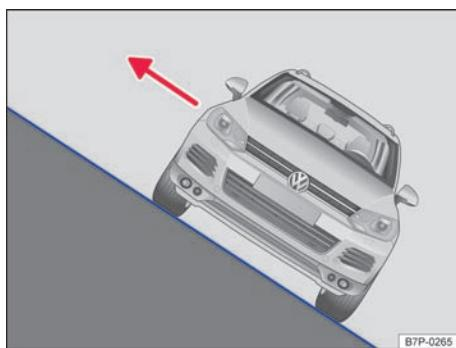

图 229 在倾斜状态下停车后，应从汽车朝向上坡的一侧下车
- 如果汽车以较大的侧倾度停在斜坡上，则乘员切勿通过朝向下坡的车门离开汽车。这可能导致整个重心侧移。汽车可能翻倒或翻车并从斜坡上向下滑。为避免这种情况，应始终只从朝向上坡的一侧小心地离开汽车 → 图 229。